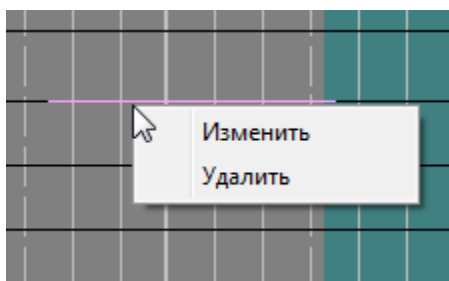

Рис.7. Всплывающее меню операций с установленным предупреждением
- **всплывающие меню операций** с установленными пометками, окнами предупреждениями (см. рис. 7). Появляются при щелчке указателем «мыши» на установленных окнах, предупреждениях, пометках